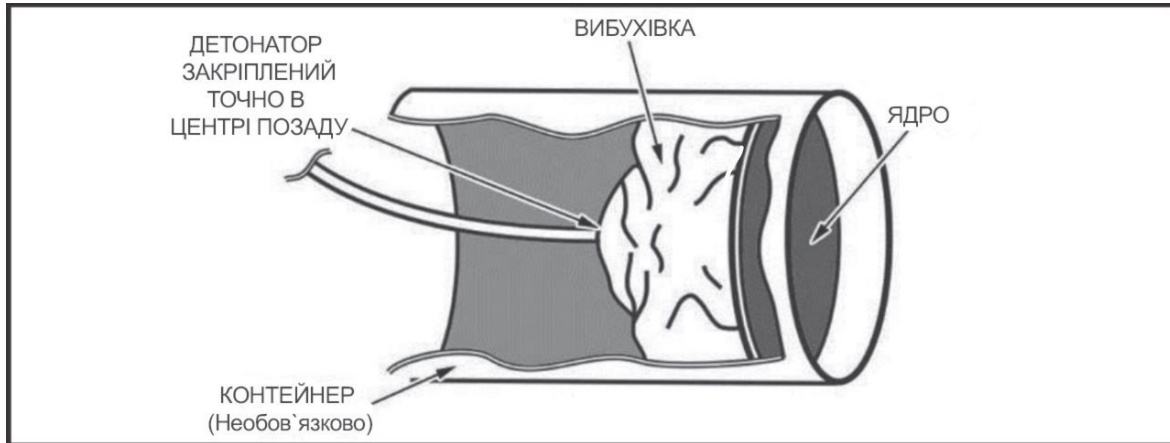

Рисунок 5-3. Заряд ударне ядро
- 5-18. Заряд **ударне ядро** (див. рис. 5-3) перетворює металеву пластину на потужний ударний снаряд. Ядро має бути сталевим, бажано круглим (хоча й квадратне може спрацювати) й важити від 0.9 до 2.7 кг (від 2 до 6 фунтів). Вага вибухівки має дорівнювати вазі ядра.